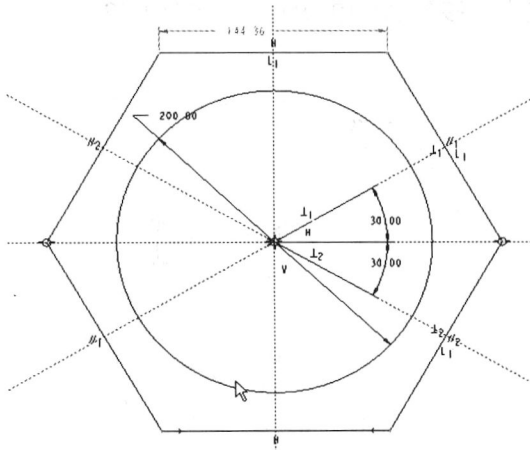

图 1-16 正六边形
Step8 单击“草绘器工具”工具栏“约束”面板中的“镜像”按钮 $\leftrightarrow$ ，选择竖直中心线，然后选择点 4 和点 5，系统进行运算后使两点关于竖直中心线对称，完成正六边形的绘制。正六边形的中心位于圆心上，如图 1-16 所示。这时如果再给图元增加约束，系统将会提示约束冲突，要求用户删除一个原有约束或撤销当前约束。